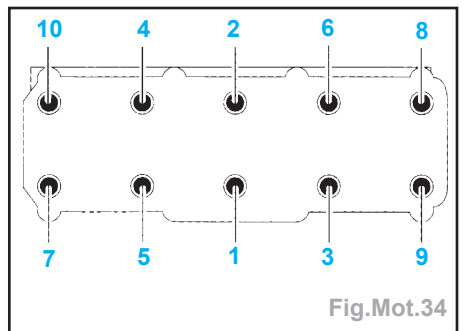

Fig.Mot.34
- Serrer les vis de culasse dans l'ordre indiqué (Fig.Mot.34).